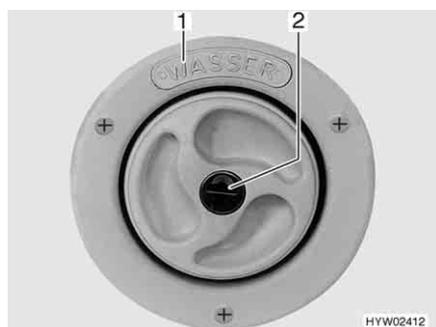
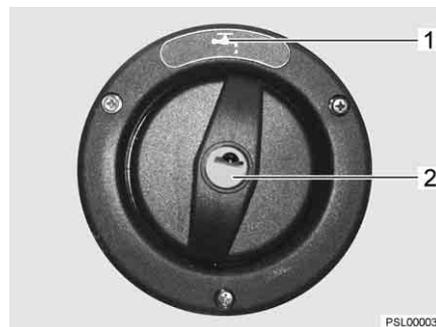

Fig. 34 Coperchio per bocchettone di riempimento dell'acqua potabile
Fig. 35 Coperchio per bocchettone di riempimento dell'acqua potabile (alternativa)
- ▷ Il bocchettone di riempimento dell'acqua potabile è contraddistinto dalla scritta "WASSER" (acqua) (Fig. 34,1) o con il simbolo "H₂O" (Fig. 35,1).
- Inserire la chiave nel cilindro della serratura (Fig. 34,2 o Fig. 35,2) e ruotare in senso antiorario.